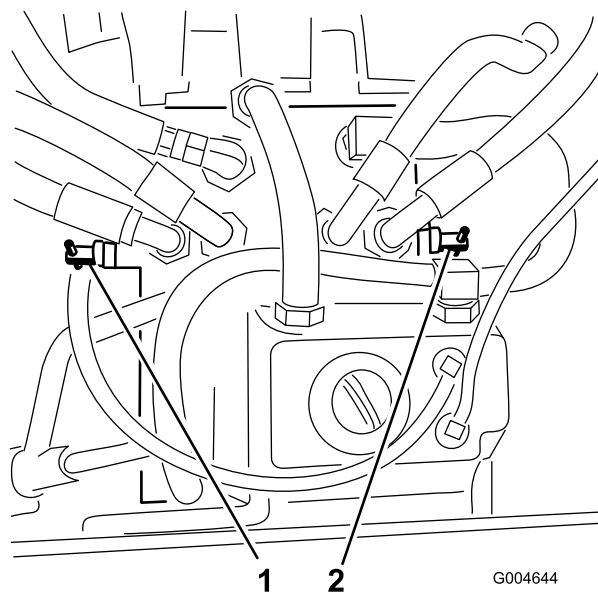

Figure 32
4. Tournez chaque vanne de dérivation d'un tour dans le sens antihoraire pour débrayer le système et dans le sens horaire pour réinitialiser le système (Figure 32).